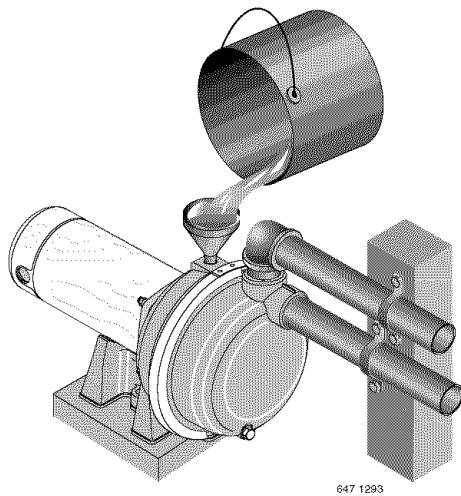

Figure 6: Remplir la pompe avant de commencer
- 3 ° Remplir d'eau la pompe et le tuyau d'aspiration (Figure 6).